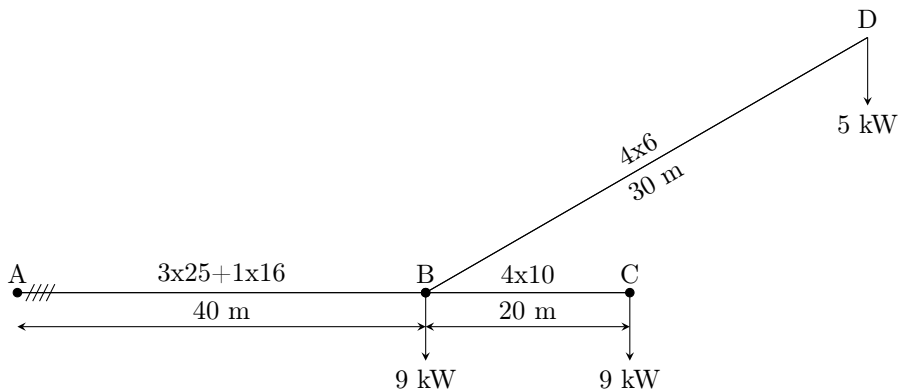

Figura 7.15: Diagrama unifilar del problema 7.31.
- 7.31 (P.2-4.) La línea trifásica representada en la figura 7.15, está formada por un cable tetrapolar, con conductores de cobre, aislados con polietileno reticulado para 1 kV, en instalación bajo tubo empotrado en obra. La tensión de alimentación es 400/230 V, 50 Hz y las secciones están indicadas. Calcular la caída de tensión en los distintos tramos.